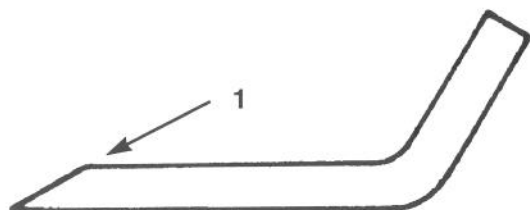

Figure 36
1. Affûter l'arrête tranchante à chaque extrémité de la lame à l'aide d'une lime (Fig. 36). Conserver l'angle d'origine. La lame restera équilibrée si les deux côtés sont limés de la même façon.